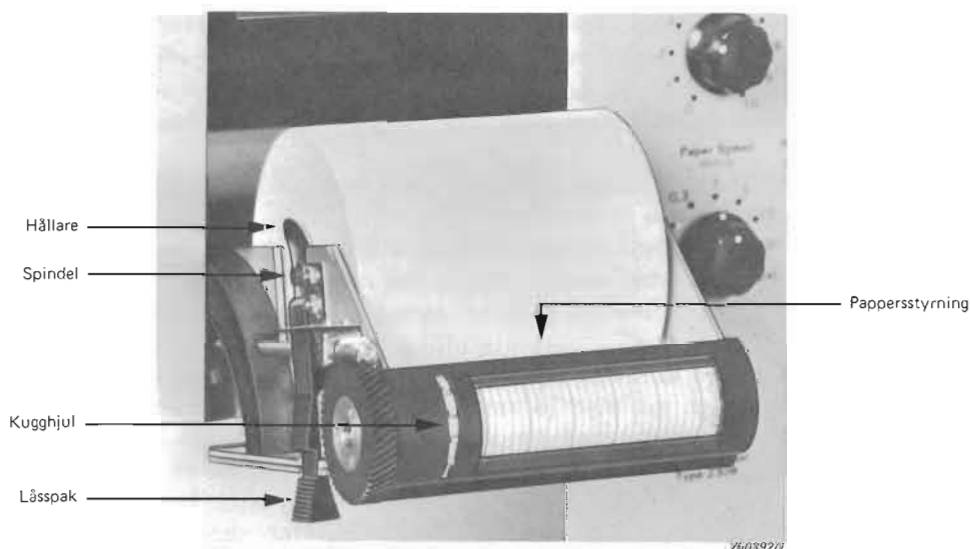

Fig.3.7. Pappersframmatningen klar för pappersbyte
2. Flytta låsspaken för pappersframmatningsramen framifrån sett mot höger och fäll ramen utåt/nedåt tills den har det läge som visas i Fig.3.7.